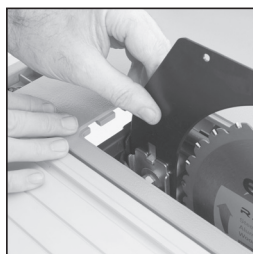

Fig. 3
- Pousser le couteau diviseur (il est fendu pour des raisons pratiques) entre la plaque de fixation et le bloc de montage (**fig. 3**) Assurer que les nipples dépassant du bloc de montage pénètrent dans la fente du couteau diviseur.